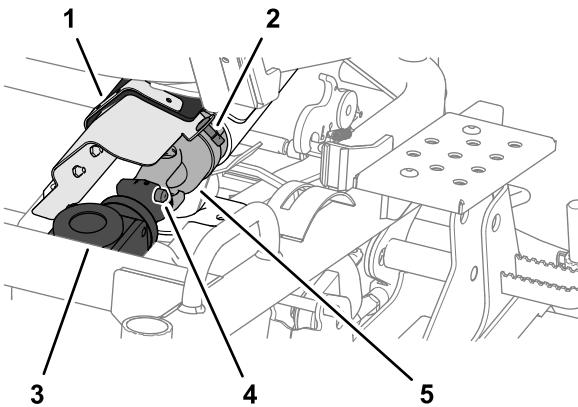

Figura 112
1. Ruotate il fissaggio a un quarto di giro e aprite la protezione del giunto cardanico dal copricinghia (Figura 112).
2. Scollegate l'estremità anteriore dell'albero di trasmissione dalla scatola a ingranaggi del piatto di taglio premendo il perno a molla e poi tirando all'indietro l'estremità dell'albero di trasmissione (Figura 112).
1. Allineate le scanalature del giunto cardanico dell'albero di trasmissione con le scanalature dell'accoppiamento della scatola a ingranaggi; fate riferimento alla Figura 112 in Come scollegare l'albero di trasmissione dalla scatola a ingranaggi del piatto di taglio \(pagina 76\).
2. Fate pressione sul perno a molla e poi spingete l'estremità dell'albero motore in avanti; fate riferimento alla Figura 112 in Come scollegare l'albero di trasmissione dalla scatola a ingranaggi del piatto di taglio \(pagina 76\).
3. Rilasciate il perno a molla e controllate che il giunto cardanico dell'albero di trasmissione sia bloccato nella scatola a ingranaggi del piatto di taglio; fate riferimento alla Figura 112 in Come scollegare l'albero di trasmissione dalla scatola a ingranaggi del piatto di taglio \(pagina 76\).
4. Chiudete la protezione del giunto cardanico e assicurate la copricinghia con il fissaggio a un quarto di giro; fate riferimento alla Figura 112 in Come scollegare l'albero di trasmissione dalla